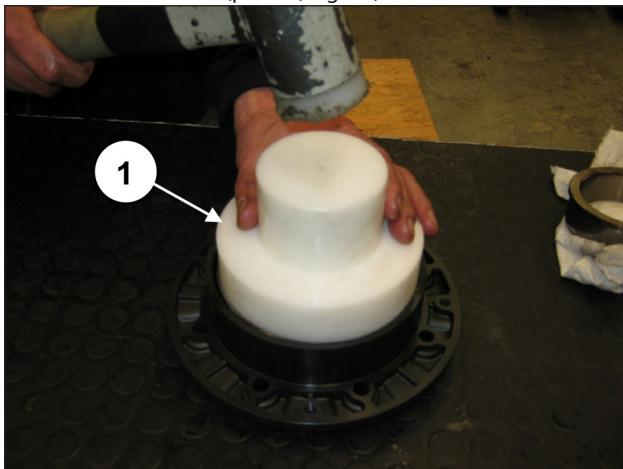
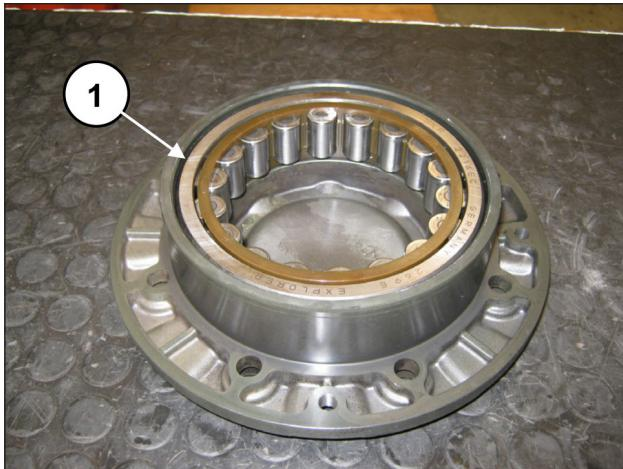

Fig. 57
Fig. 58
Ripetere l'operazione sul coperchio cuscinetto premontando l'anello esterno del cuscinetto albero a gomiti mediante l'attrezzo cod. 27605000 (pos. ①, Fig. 57) fino al suo completo inserimento a battuta (pos. ①, Fig. 58).